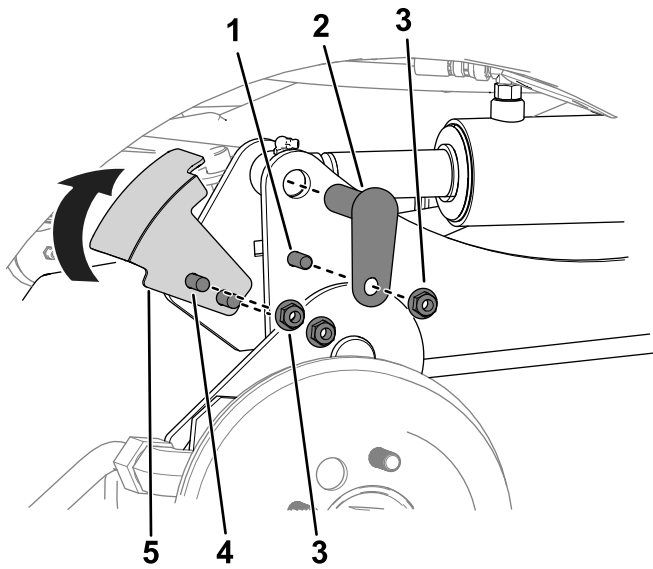

Figura 12
4. Prenda cada extremidade da barra do cilindro em cada braço de elevação com um pequeno pino, parafusos ( $\frac{3}{8}$  x  $1\frac{1}{4}$  pol.) e porca ( $\frac{3}{8}$  pol.) como se mostra na Figura 12.
5. Prenda o suporte do sensor no braço de elevação direito utilizando dois parafusos de carroçaria e duas porcas ( $\frac{3}{8}$  pol.) como se mostra na Figura 12.
Ao instalar o suporte do sensor, rode o suporte para cima (como se mostra na Figura 12) antes de o fixar.